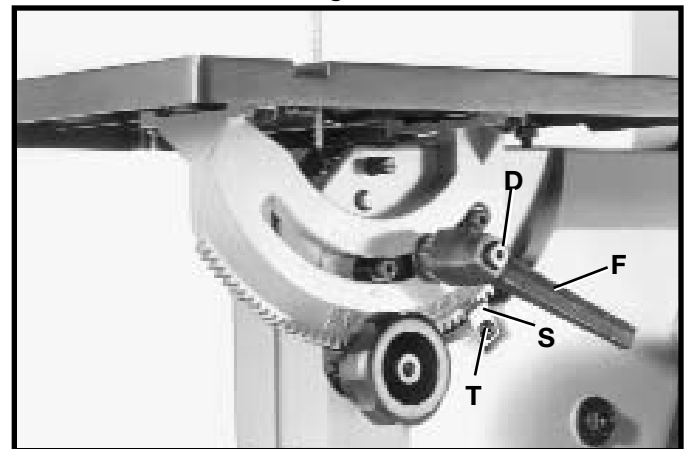

Fig. 11
8. Afiáncese el indicador (S) Fig. 11 al dorso de la sierra de cinta utilizando el tornillo M5x.8x10mm (T).
9. Utilizando la llave de casquillo hexagonal de 4 mm suministrada, vuelva a ensamblar la agarradera de cierre de la mesa (F) Fig. 11 en el gorrón y reponga el tornillo y resorte (D). **AVISO:** La agarradera (F) está cargada con resorte y puede reposicionarse sobre el gorrón tirando de la agarradera y reposicionándola sobre la tuerca.